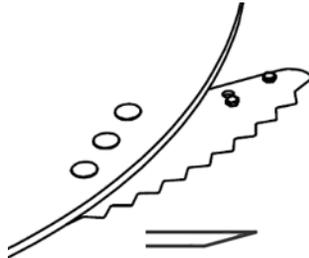

Figure 32 — Couteaux retournés, avec le revêtement de tungstène sur le dessus
2. Quand les dents de tous les couteaux sont usées, retournez tous les couteaux pour que le revêtement de tungstène soit sur le dessus (Figure 32)